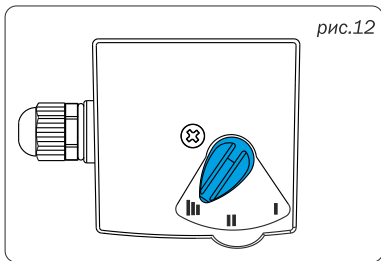

рис.12
- Установите переключатель на клеммной коробке насоса в режим III (3-я скорость). См.рис.12.
Насос имеет три режима (скорости) работы, которые можно устанавливать при помощи переключателя, расположенного на клеммной коробке насоса, рис.12.